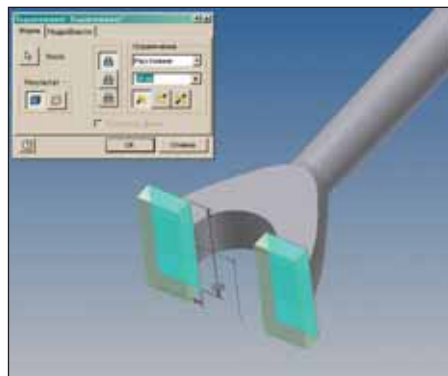

Рис. 29
41. Указать контуры, как изображено на рис. 29, ввести расстояние, равное 34 мм, затем нажать *ОК* (рис. 29 и 30).